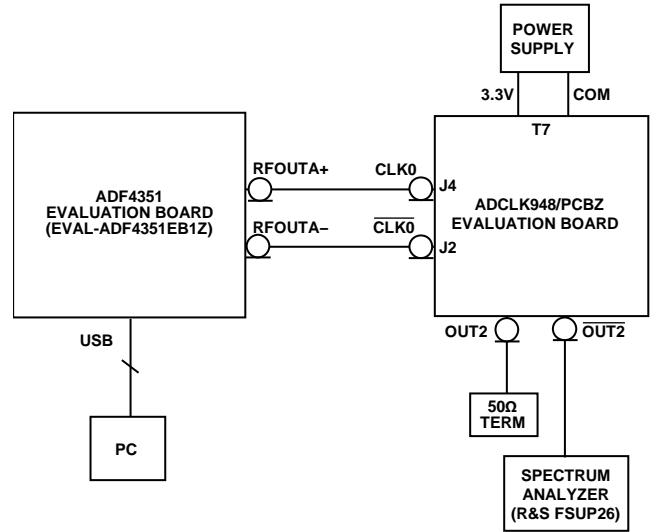

图5. ADF4351相位噪声和抖动测量设置
2. 将ADCLK948/PCBZ未使用的CLK2输出端与50 Ω负载相连 (见图5)。
3. 通过一条SMA电缆将CLK2输出端与信号源分析仪相连 (见图5)。